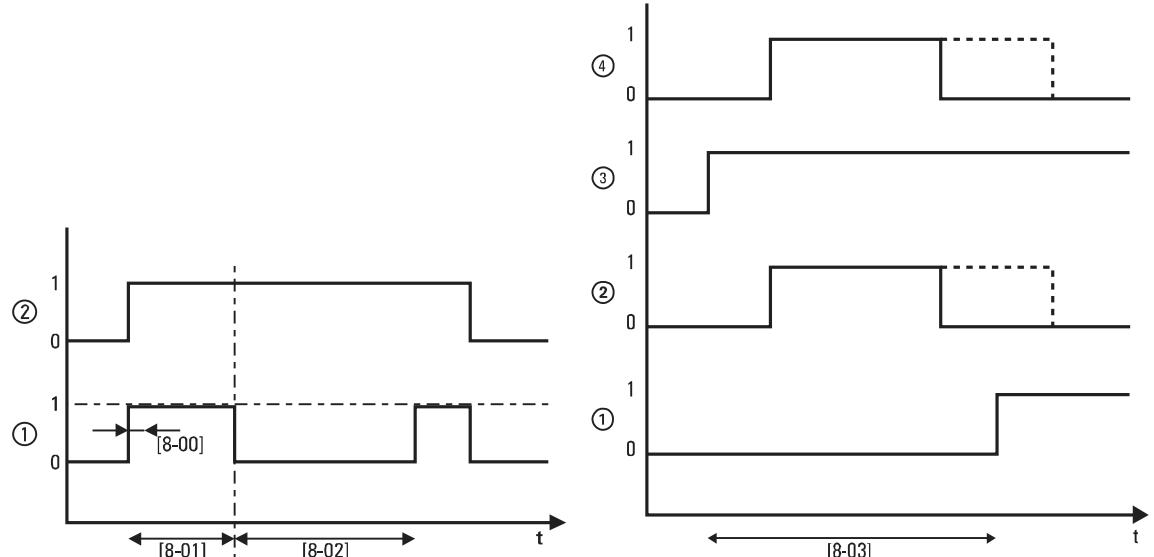

Bild 4-7 Schaltzeiten der Parameter [8-00], [8-01] und [8-02]
- [8-02] Wiederanlaufzeit Wärmepumpe: Bestimmt den minimalen erforderlichen Abstand zwischen zwei Warmwasser-Heizzyklen (siehe Bild 4-7).